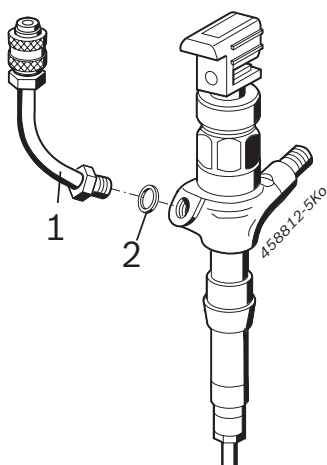

Fig. 2: Tuyau flexible
1. Visser et serrer le tuyau flexible 1 680 712 368 (fig. 2 , pos. 1) avec joint plat (fig. 2 , pos. 2) dans l'alésage de retour du Denso CRI piézo.